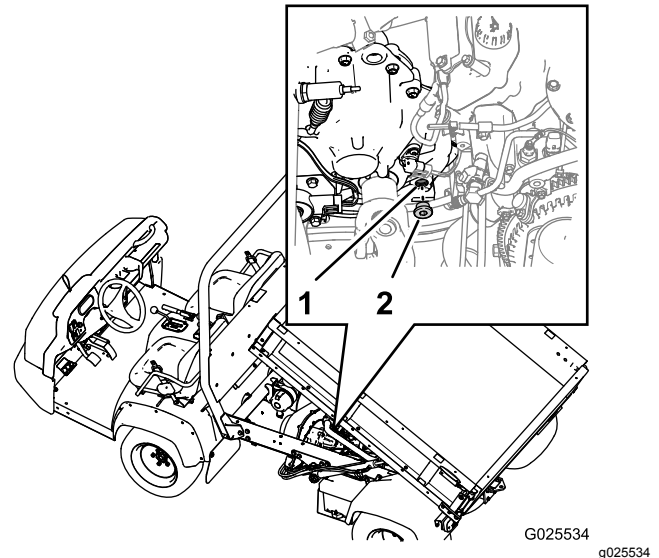

Figure 65
1. Trouvez le bouchon de remplissage au bas de la zone intérieure à l'arrière de la transmission (Figure 65).
3. Tournez le bouchon dans le sens antihoraire et enlevez-le de l'orifice de remplissage de la transmission (Figure 65).
4. Si le niveau d'huile de transmission est trop bas, faites l'appoint d'huile du type spécifié par l'orifice de remplissage jusqu'à ce que le niveau d'huile atteigne le bas du filetage de l'orifice (Figure 65).
- Remettez le bouchon de remplissage sur la transmission et serrez-le à la main (Figure 65).